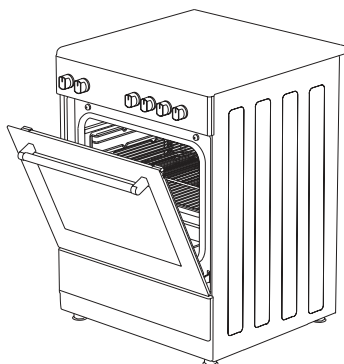

Figura 28
3. Coloque el panel de seguridad apoyado debajo del panel de mandos abriendo la puerta del horno. (Figura 28)